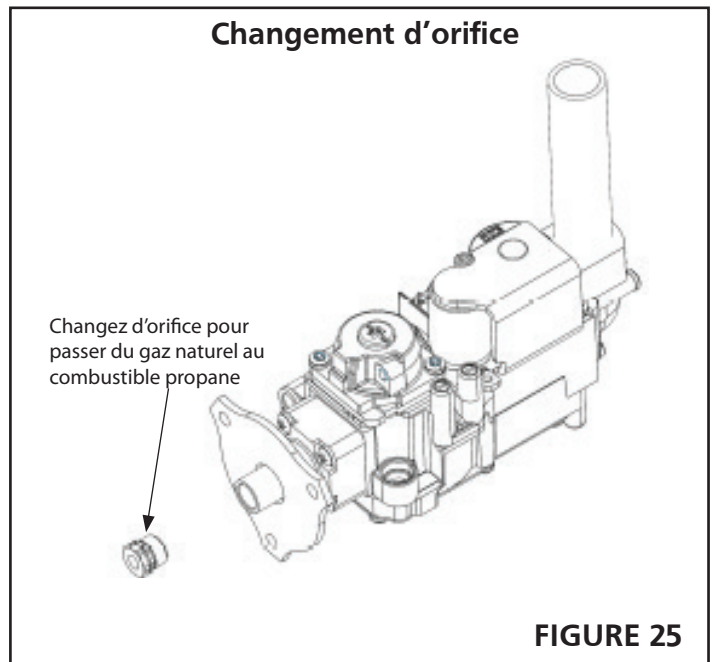

FIGURE 25
4. Une fois que l'assemblage de la soupape a été retiré, remplacez le bec pour gaz naturel par le bec propane en utilisant la « clé 13 ». Consultez les Figures 25 et 24. Le bec est fourni par Heatstar. Vérifiez la taille de l'orifice dans le tableau 1.